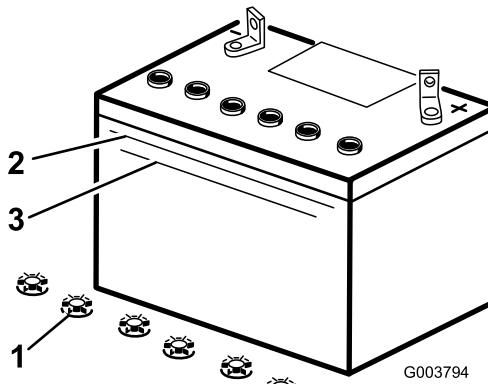

Figura 37
2. Osservate il fianco della batteria. L'elettrolito deve raggiungere la linea superiore (Figura 37). Non lasciate scendere l'elettrolito sotto la linea inferiore (Figura 37).
3. Togliete i tappi di rifornimento dalla batteria (Figura 37).
4. Aggiungete lentamente acqua distillata in ogni elemento della batteria finché l'elettrolito non raggiunge la linea superiore (Figura 37) sulla scatola della batteria.
5. Attendete cinque o dieci minuti dopo avere riempito gli elementi della batteria. All'occorrenza, aggiungete acqua distillata finché l'elettrolito non raggiunge la linea superiore (Figura 37) sulla scatola della batteria.